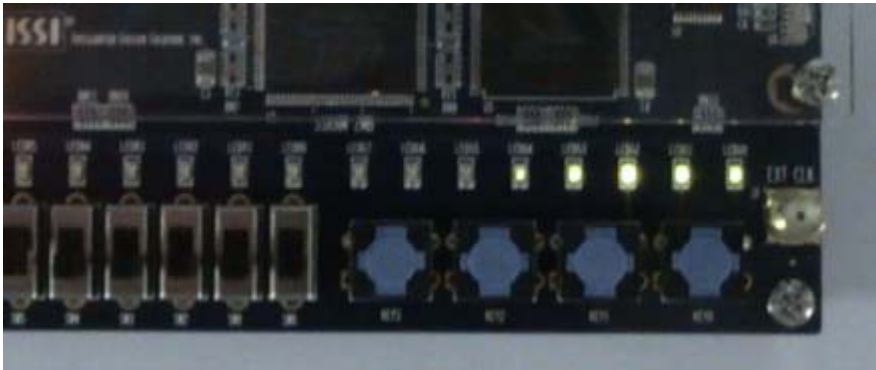
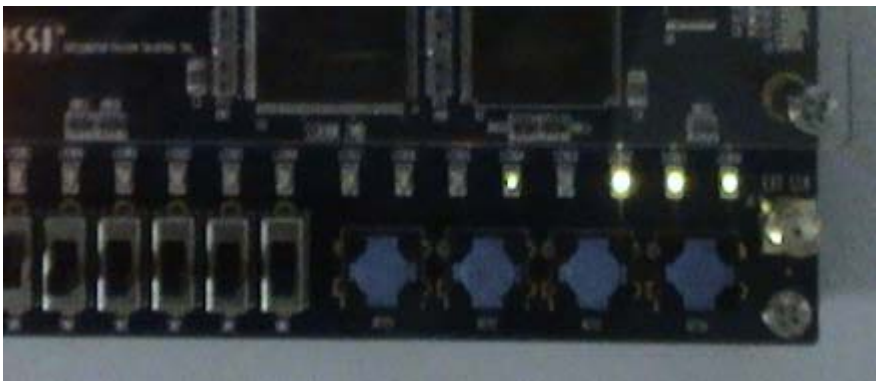

图 3-43A 5 个灯都亮，正确。
图 3-43B 只有 4 个灯亮，错误。
- 可以看到绿灯有 5 个在亮，最左边的暗一点，如图 3-43A 所示。否则，很可能是引脚分配出错，如图 3-43B 中出现了 Y27 设成了 V27 的错误。